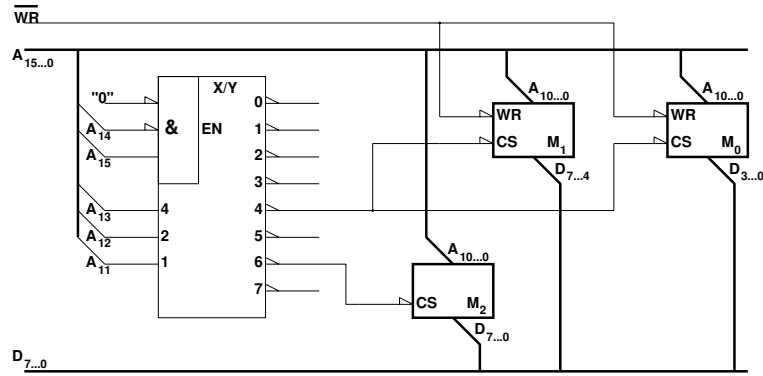

Figura 1
26. Na figura 1 é apresentado um circuito de memória.